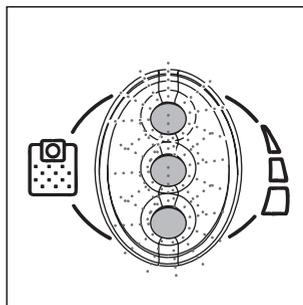

fig. 6
Indicateur EPS (Electronic Protection System) de remplissage du sac (G) (fig. 6) I